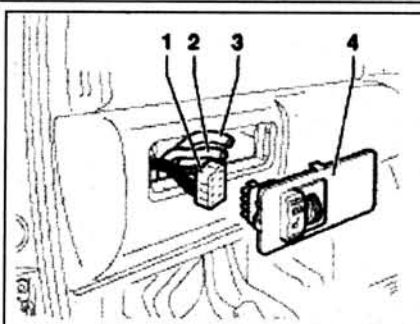

Рис. 4.5. Извлеките выключатель корректора фар 4, отсоедините разъем проводки 1 и отсоедините вакуумные трубки 2 и 3.
4. Извлеките выключатель корректора фар 4, отсоедините разъем проводки 1 и отсоедините вакуумные трубки 2 и 3 (рис. 4.5).